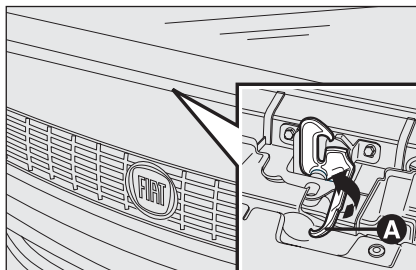

fig. 105
- tirer le levier **fig. 105** dans le sens indiqué par la flèche;